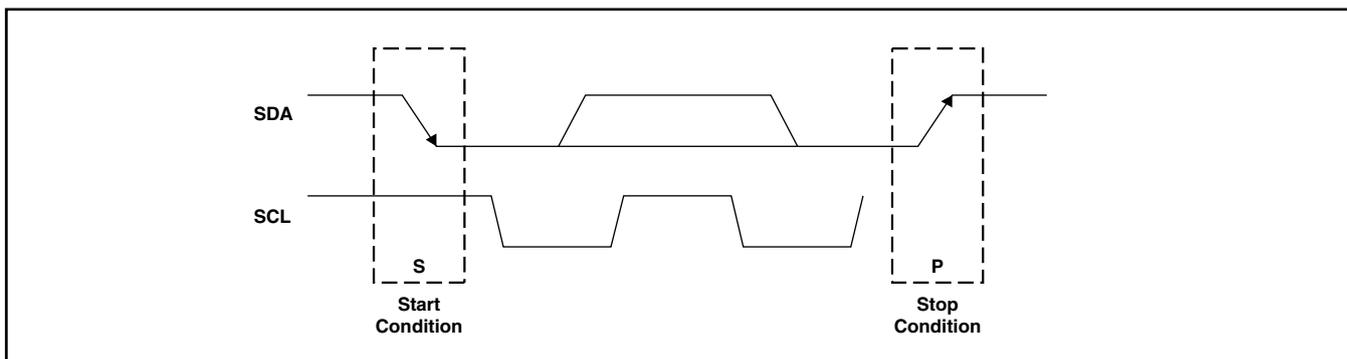

図 9. I²Cのスタート条件とストップ条件
I²Cの基本的な開始および停止アクセス・サイクルを図9に示します。
- マスタがスタート条件を生成して、データ転送を開始します。スタート条件は、図9に示されるように、SCLが“High”の間にSDAラインが“High”から“Low”に遷移すると発生します。すべてのI²C互換デバイスが、スタート条件を認識する必要があります。